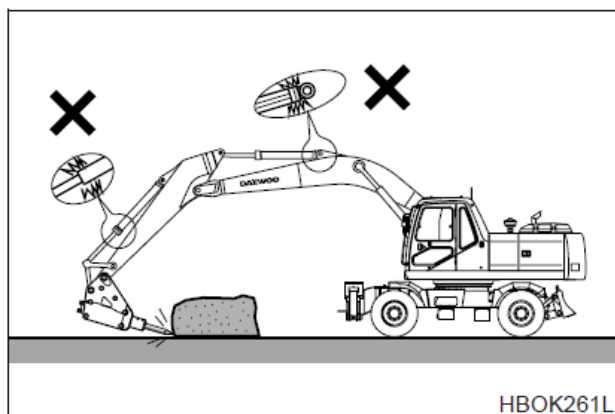

Рис. 75
4. НЕ использовать дробилку при полностью выдвинутых цилиндрах стрелы или рукояти. (Рис. 75)